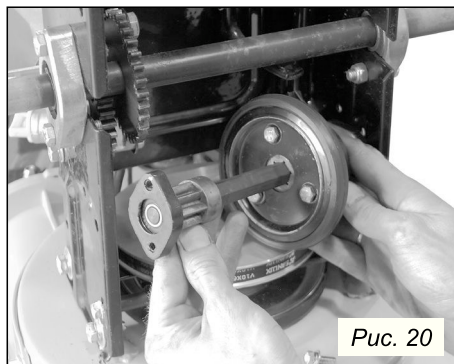

Рис. 20
- Поверните вал в сторону и выньте вал с колесом (рис. 20).